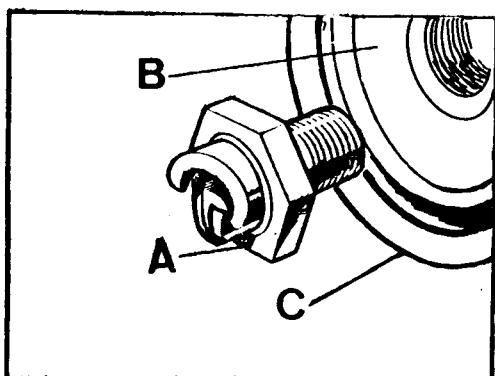

Fig. A1-80 Desmontaje de la garra de la manivela, polea del cigüeñal y polea de la correa del depresor
- 1.4. Desmontar la garra de la manivela, A (Fig. A1-80) y extraer la polea corea del depresor, B, y la polea del cigüeñal, C.
La garra de la manivela, A (Fig. A1-80) se apretará a una tensión de 27 kgm.